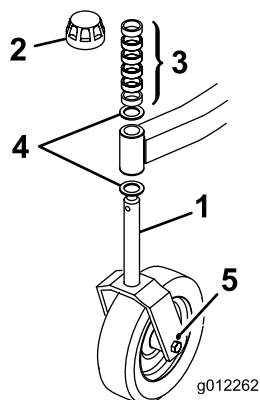
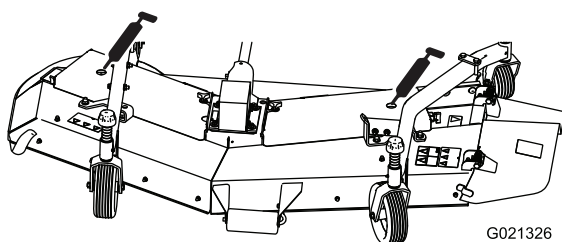

図 14
図 18
注 低い刈高で刈り込む場合には、刈り込みデッキ後部を下げておく方がよりきれいな刈りあがりとなります。デッキ後部を下げるには後キャストホイールの車軸をキャストフォークの上穴に取り付けます(図14)。高い刈高で、刈りあがりをあまり気にせず刈り込む場合には、キャストホイールの車軸をキャストフォークの下穴に取り付けておいてください。
2. スピンドルシャフトからテンショニングキャップを外す。希望の刈高に合わせて、キャストのスピンドルにスペーサを入れる(図18と19)。その上からワッシャ(図14)をスピンドルに通す。
3. 前キャストアームにキャストスピンドルを通し、もう1枚のスラストワッシャと残りのスペーサをスピンドルに取り付け、テンショニングキャップでアセンブリを固定する(図14)。
- ブレードスピンドルのベアリング各2ヶ所 図 18